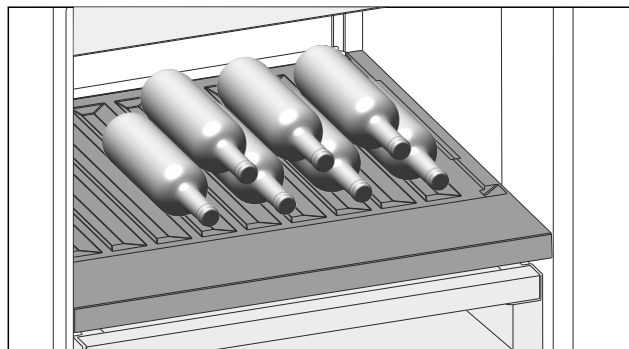

Fig. 114
- ▶ Introduzca las botellas con la base orientada hacia la pared posterior. (consulte Fig. 114)